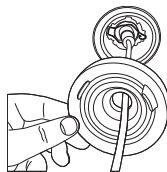

Figura -5
- Posizionare la guarnizione sul bruciatore LED4 e assicurarsi che sia nella posizione corretta, come mostrato nella Figura 5.